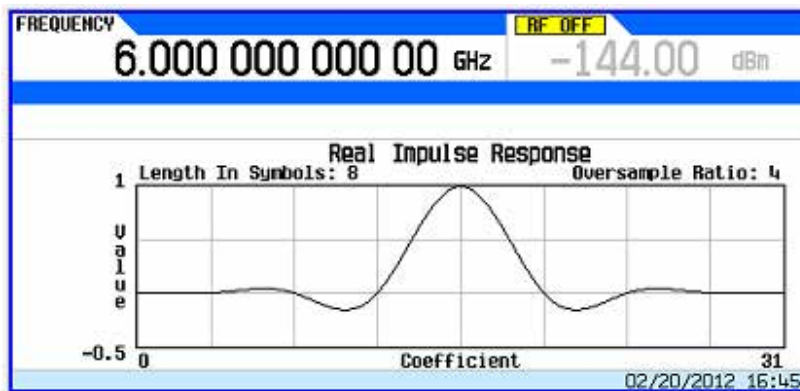

Рис. 11-36
3. Нажмите клавишу **Display Impulse Response**. Теперь отображается график импульсной характеристики (см. рис. 11-36).